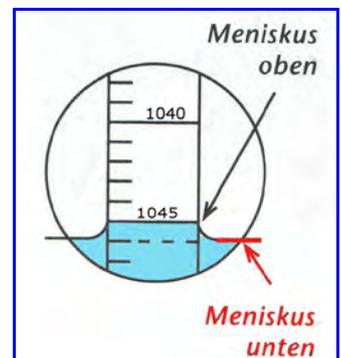

Abb. 5: Begriff “Meniskus”.
- sobald die Spindel frei schwimmt und zur Ruhe gekommen ist: auf der Skala den Messwert ablesen (Abb. 5): Gew.% = °P, bzw. SG zwischen 990 - 1150 (je nach Spindelskala)